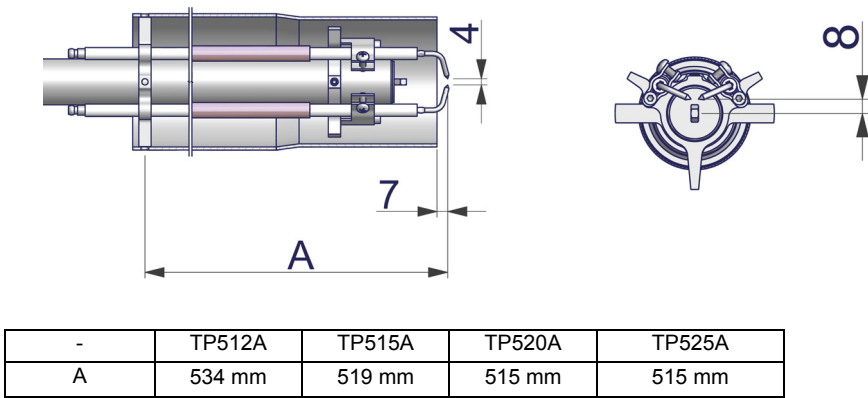

Fig. 10
- Limpie y controle los electrodos de encendido y deteccion (véase Fig. 10). Controle la señal de detección, siga el esquema de la Fig. 30-Fig. 31.